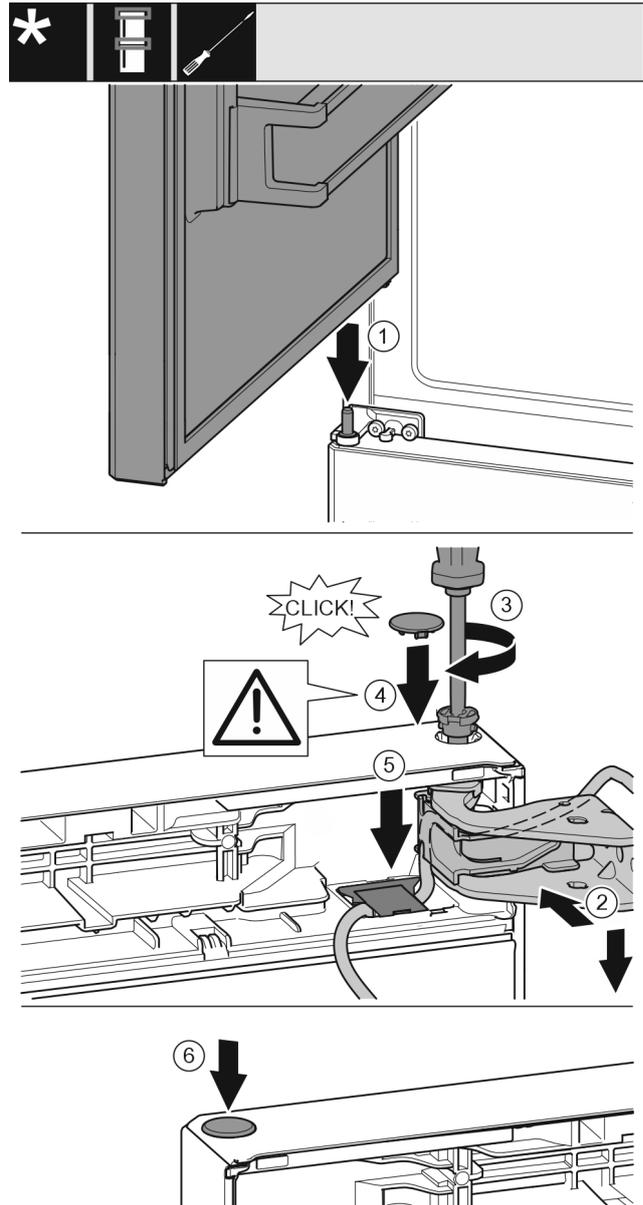

Fig. 42
- ▶ Vrchné dvere nasadíte na stredný ložiskový čap Fig. 42 (1)
- ▶ Dvere hore vyrovnajte s otvorom v ložiskovej konzole. Fig. 42 (2)
- ▶ Vložte čap a pevne ho priskrutkujte skrutkovačom T15. Fig. 42 (3)
- ▶ Namontujte poistný kryt pre poistku dverí: nasadíte poistný kryt a skontrolujete, či prilieha ku dverám. Inak čap vložte úplne. Fig. 42 (4)
- ▶ Znova nasadíte kryt a tlačíte ho nadol, kým nezapadne. Fig. 42 (5)
- ▶ Nasadíte zátku. Fig. 42 (6)